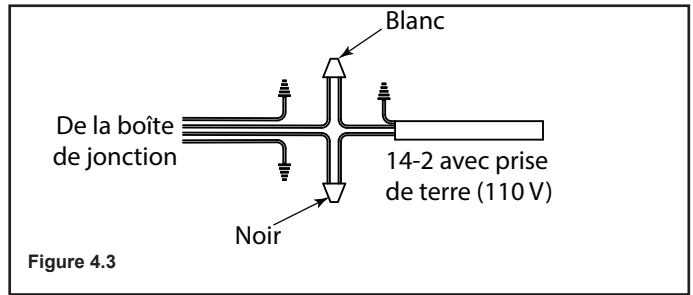

Figure 4.3
- Installez le couvercle. Voir la figure 4.3.